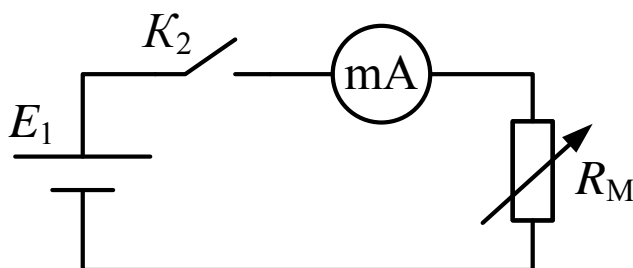

Рис. 4.4
1.2. Соберите схему, приведенную на рис. 4.4. Ключ K_2 установите в разомкнутое положение (рычажок вниз). В качестве миллиамперметра используйте мультиметр, установленный на предел «20 mA». На магазине сопротивлений установите значение $R_0 = 5$ кОм.